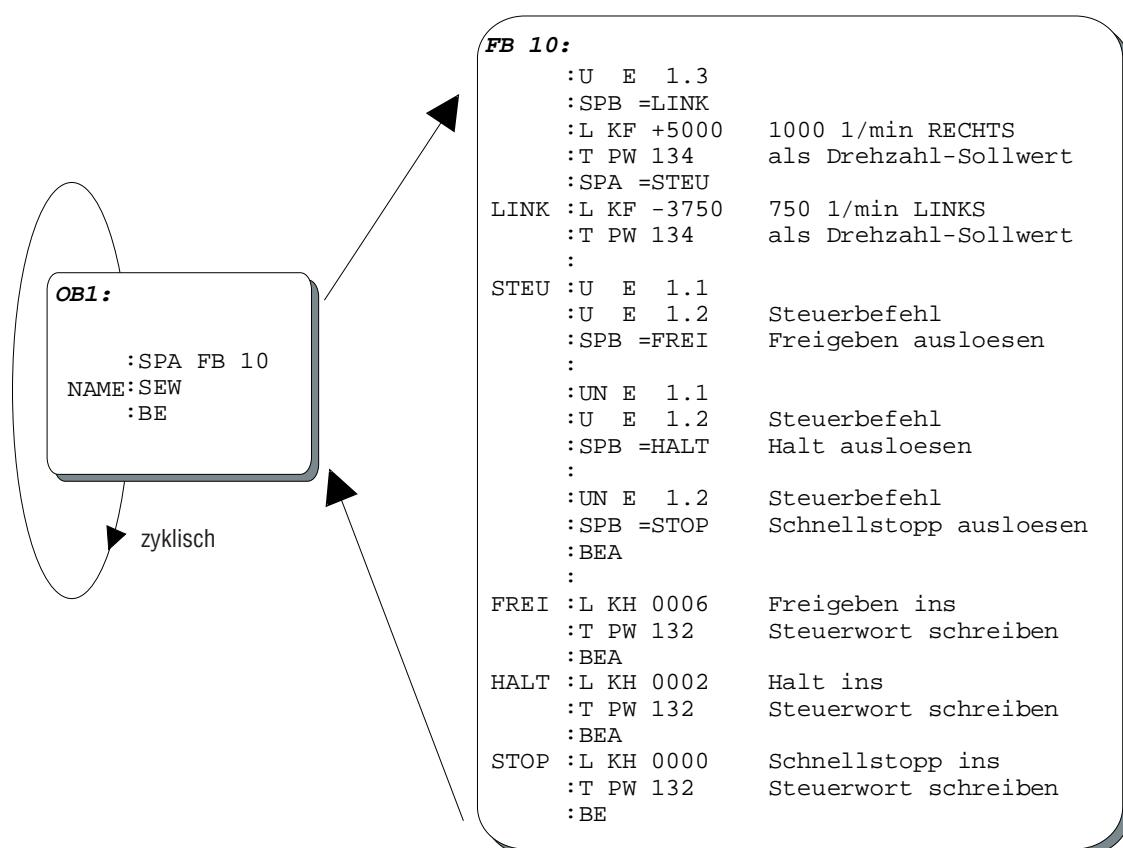

Bild 33: S5-Programmbeispiel zur Steuerung des Umrichters MOVIDRIVE® über Prozessdaten
Bild 33 zeigt das S5-Programm dieses Applikationsbeispiels. Im oberen Teil erfolgt die Sollwert-Vorgabe in Abhängigkeit vom Eingang E1.3. Die eigentliche Steuerung des Umrichters über das Steuerwort erfolgt ab der Sprungmarke STEU. In Abhängigkeit von den digitalen Eingängen E1.1 und E1.2 werden die Steuerbefehle *Freigeben*, *Halt* und *Schnellstopp* ausgelöst. Diese Befehle werden als Konstante-Hex (KH) kodiert und ins Steuerwort (PW132) transferiert.